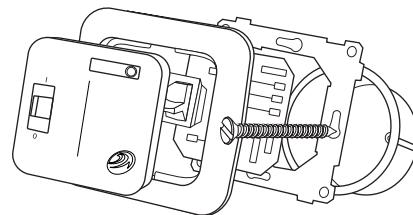

Рис. 7 Установка контроллера СКПВ220В-мини 2 в монтажную коробку.
- установите прибор в монтажную коробку и зафиксируйте, как минимум, двумя саморезами (рис. 7).